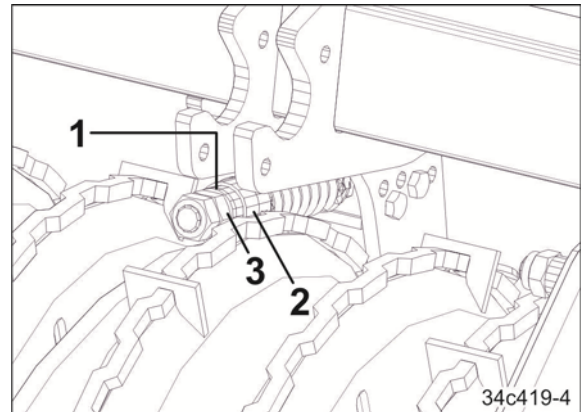

図 96
2. 1 ~ 2 個のシム ( 図 96/1 ) を、ブシュ ( 図 96/2 ) と六角ナット ( 図 96/3 ) の間に設置します。